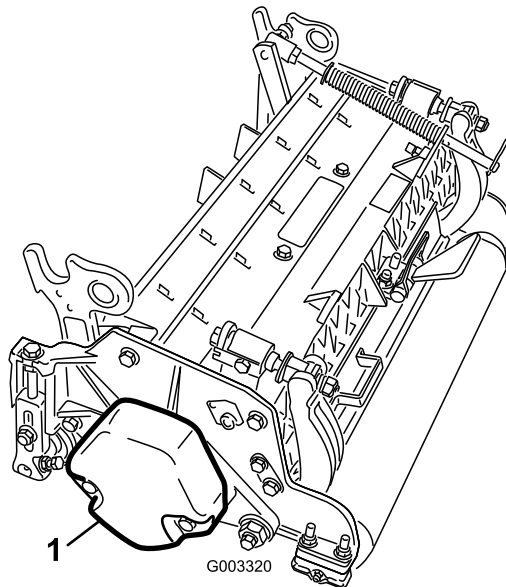

Figura 3
4. Il contrappeso (Figura 3) deve essere montato dal lato giusto di ciascun elemento di taglio, come descritto nel *Manuale dell'operatore* degli elementi di taglio.